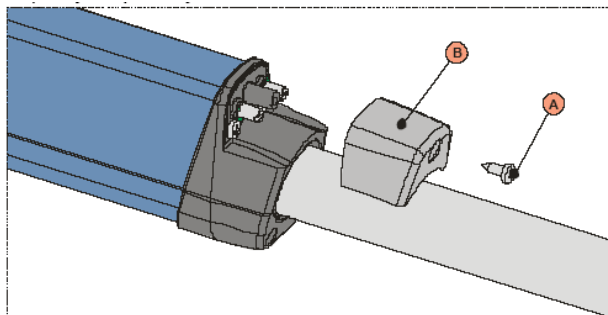

Рис. 13
- Удалив саморез А, снимите крышку В рис. 13;